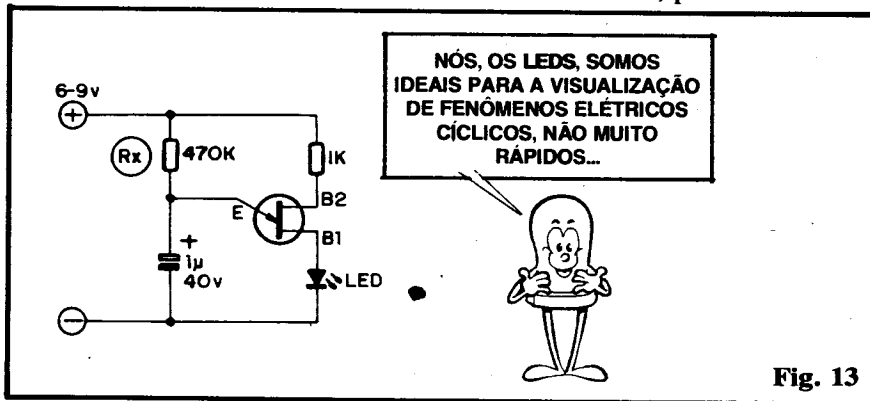

Fig. 13
- **FIG. 13** - Diagrama esquemático do circuito da EXPERIÊNCIA... Sempre lembrando que o "esquema" é o "mapa" de um circuito, bastando ao Leitor/"Aluno" saber reconhecer os símbolos, identificar os terminais, códigos e valores, para facilmente "reconstituir a coisa" na forma de um circuito real. Quanto à simbologia do LED, capacitor eletrolítico e resistores, o Leitor já deve estar mais do que tarimbado... O único componente "novo" que surge é justamente o TUV (lá no começo da presente Lição Teórica, estão os dados visuais necessários à identificação e "leitura" do símbolo...). O circuito em si é básico: um simples oscilador, relativamente lento para que Vocês possam literalmente, "ver" o dito cujo funcionar, centrado no TUV e com sua manifestação de Saída mostrada através de um LED comum (embora tenhamos relacionado na Lista de Peças um do tipo vermelho, redondo, 5 mm, na verdade **qualquer** outro LED poderá ser usado em aplicação tão elementar...). Observem também que, como a própria gama de alimentação é bastante flexível, indicamos a possibilidade de aplicar 6 ou 9 volts na energização do oscilador, sejam provenientes de pilhas (4 ou 6, num suporte), de bateria, ou mesmo de uma "mini-fonte" (aquela mostrada na Seção PRÁTICA de ABC nº 3 servirá perfeitamente...). O resistor original de 470K, codificado também como "RX", admite, durante a